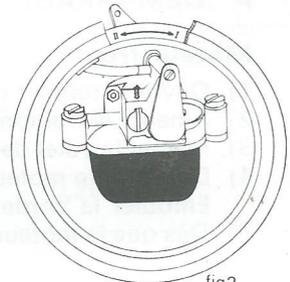

fig3
- Dès que le moteur fonctionne, ramener le levier de commande du volet de départ en position II (fig. 3).
- Placer le levier de commande du volet de départ (Rep. 2)\* en position intermédiaire, puis ramener le levier en position II (fig. 3) dès que le moteur fonctionne.